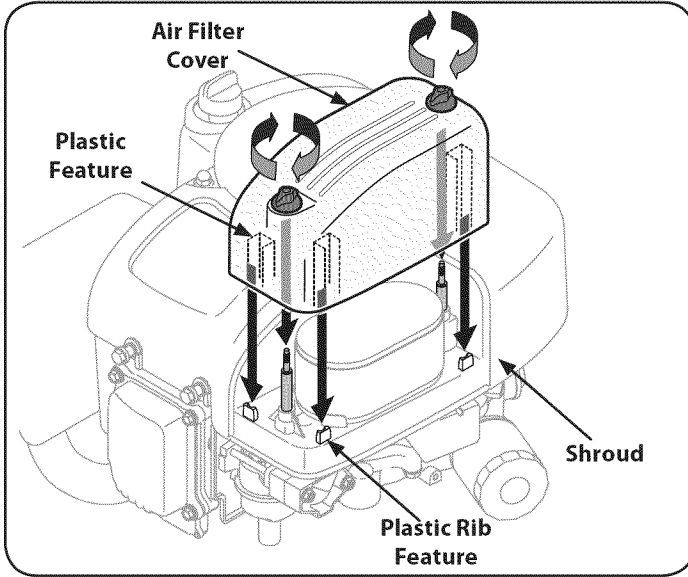

Figure 45
6. Coloque la tapa del filtro de aire, asegurándose de alinear las características de la costilla de plástico de la cubierta a las funciones de plásticas en la cubierta del filtro de aire. Vea la Figure 45. Gire los tornillos hacia la derecha hasta que quede ajustado. Si cualquier desalineación.